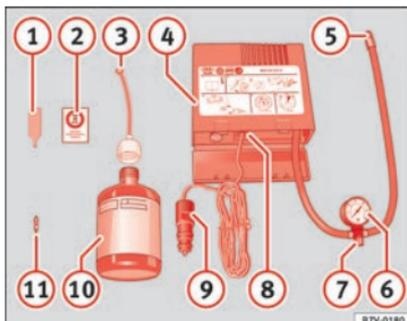

Fig. 83 Rappresentazione standard: contenuto del kit per la riparazione degli pneumatici.
Il kit per la riparazione degli pneumatici si trova nel sottofondo del bagagliaio. Include i seguenti componenti » fig. 83:
Riavvitare il tubo di gonfiaggio » fig. 83 ⑤ e controllare la pressione con il manometro ⑥.